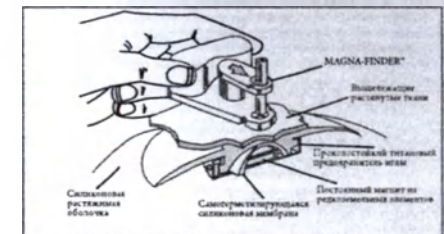

РИС. 2
- Все инъекционные гнезда являются самогерметизирующимися и снабжены титановым предохранителем иглы, предотвращающим случайное прокалывание основания инъекционного гнезда (см. Рис. 2).